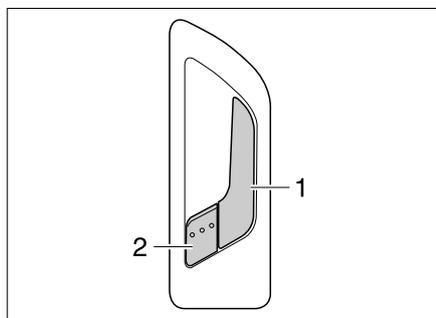

Bild 36 Türschloss Eingangstür, innen
- Am Griff (Bild 36,1) ziehen. Das Türschloss wird entriegelt. Der Sicherungshebel (Bild 36,2) springt automatisch heraus.
- Den Sicherungshebel (Bild 36,2) drücken.